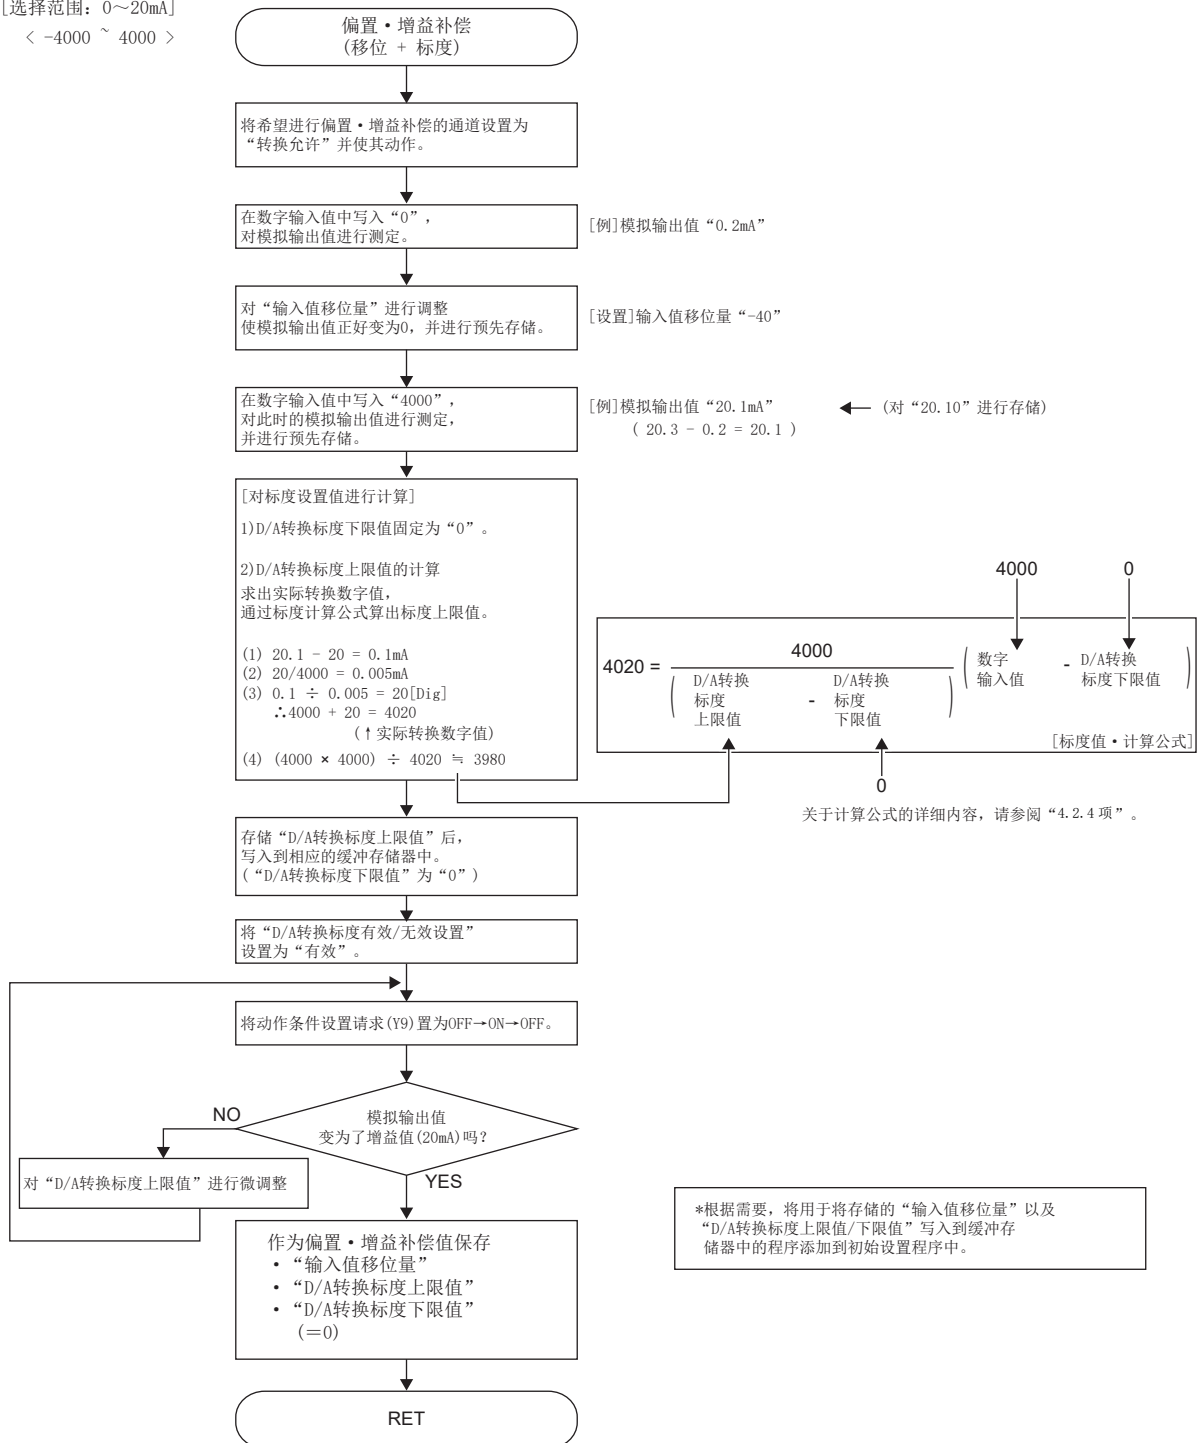

图 7.15 偏置·增益补偿示例 (D/A 转换)
- (1) 使用标度功能、移位功能进行偏置・增益补偿时，有时会发生分辨率变低的现象。在图 7.15 的示例中，约低 0.5% 左右。
- (2) 使用标度功能、移位功能进行偏置・增益补偿时，标度功能、移位功能不能用于其它用途。
- (3) 实施在线模块更换时，本偏置・增益补偿的内容不会被继承。在实施了在线模块更换后，应再次按照图 7.15 的步骤进行补偿。